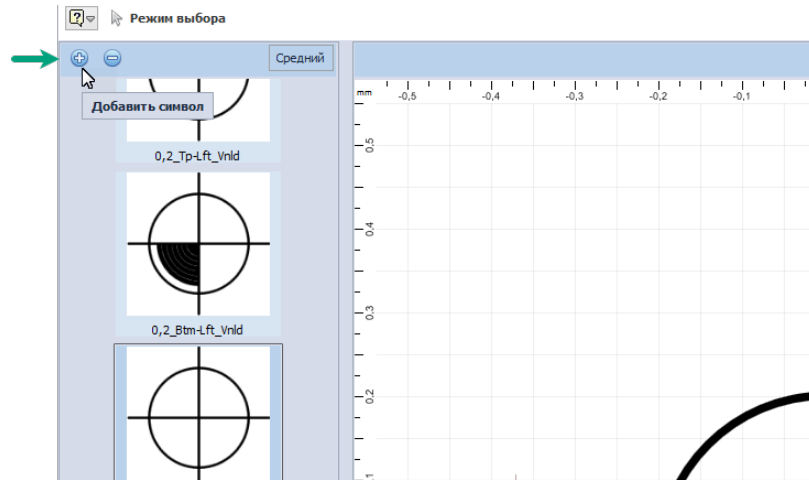

Рис. 423 Создание символа
- нажмите кнопку , расположенную над общим списком системных символов, Рис. 423.